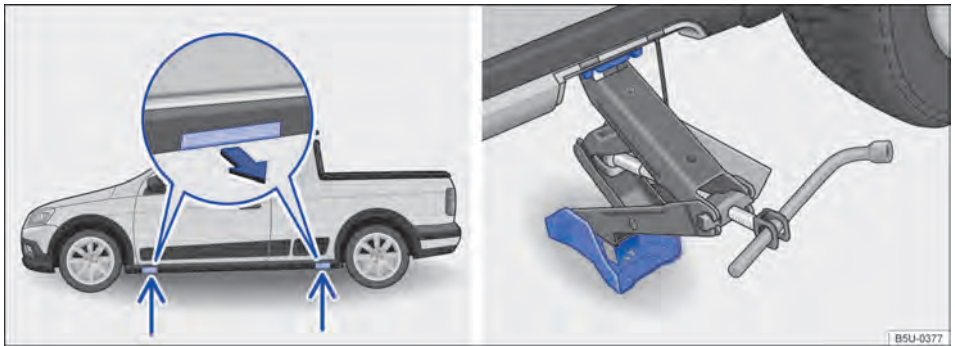

Fig. 171 Puntos de apoyo del gato y gato colocado en el lado izquierdo trasero del vehículo - vehículos con estribos exteriores.
El gato únicamente se puede colocar en los puntos de apoyo indicados (cubierta extraíble) → fig. 171. Es válido el punto de apoyo ubicado próximo a la rueda correspondiente → ⚠.
7. Desencajar la cubierta de acceso al punto de apoyo del gato, en el sentido de la flecha → fig. 171.
9. Garantizar que la base del gato, con toda su superficie, esté sobre el piso y que la base se encuentre perpendicularmente por debajo del punto de colocación → fig. 171.
10. Alinear el gato y, simultáneamente, levantar la palanca del gato hasta que se encaje en el travesaño debajo del vehículo → fig. 171.
- Posicionar el gato únicamente en los puntos indicados. La palanca del gato debe encajarse en el perfil del larguero de forma segura → fig. 171.